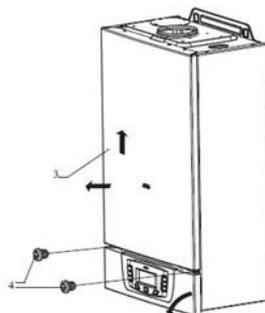

рис. 18
- > снимите винты фиксации передней крышки; (поз. 1 рис. 18);
- > для снятия передней крышки потяните ее вверх и наружу, (поз.2 рис. 18)
- > откиньте наружу панель управления (поз.3 рис. 18)